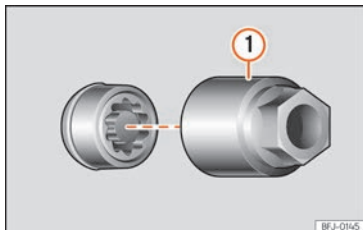

Abb. 35 Diebstahlhemmende Radschraube mit Abdeckkappe und Adapter
- Schieben Sie den Spezialadapter »» **Abb. 35** ① (Bordwerkzeug »» Seite 44) bis zum Anschlag in die diebstahlhemmende Radschraube.